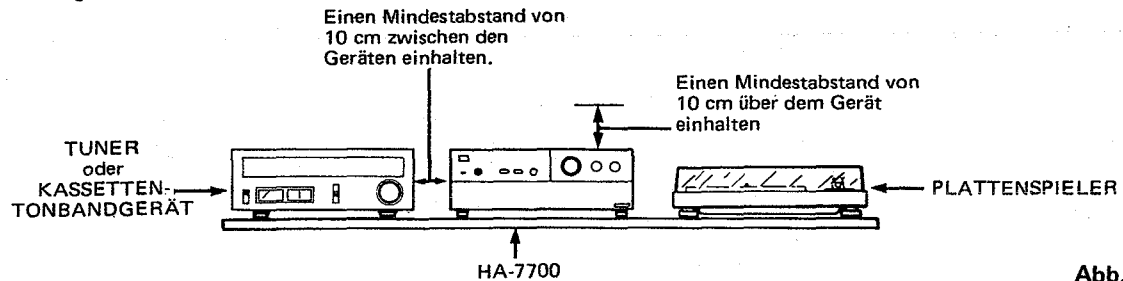

Abb. 1
1. Dieses Gerät ist ein Stereo-Verstärker mit hoher Ausgangsleistung, und erzeugt daher beim Betrieb eine beträchtliche Wärme. Stellen Sie deshalb das Gerät an einem Ort mit guter Luftzirkulation auf. Stellen Sie die Geräte so auf, wie in Abb. 1 gezeigt wird. Beim Betrieb des Leistungsverstärkers mit hoher Dauerausgangsleistung erwärmt sich die obere Abdeckplatte, es ist daher ratsam, sie nicht zu berühren.